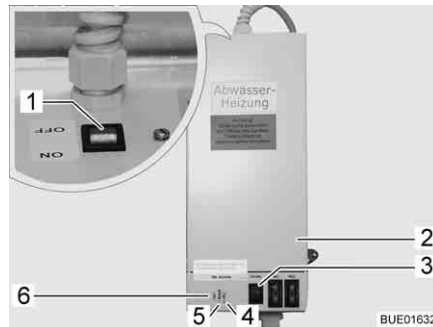

Fig. 250 Trasformatore con apparecchio di regolazione
Il trasformatore 230 V AC/12 V DC (Fig. 250,2) è montato, a seconda del modello, nell'armadio guardaroba o nella cassapanca della dinette.
- La spia di controllo (Fig. 250,5) diventa verde: Regolatore in funzione.
- Le spie di controllo (Fig. 250,4 e 6) diventano rosse: Le tubazioni delle acque grigie vengono riscaldate.
Nell'involucro è incorporato un pulsante di prova (Fig. 250,3) che consente di mettere in funzione brevemente l'apparecchio di regolazione. La pressione sul pulsante di prova consente di testare il funzionamento del riscaldamento anche quando la temperatura ambiente è superiore a 5 °C.
- Posizionare su "ON" l'interruttore (Fig. 250,1) sul trasformatore (Fig. 250,2).
- Posizionare su "OFF" l'interruttore (Fig. 250,1) sul trasformatore (Fig. 250,2).